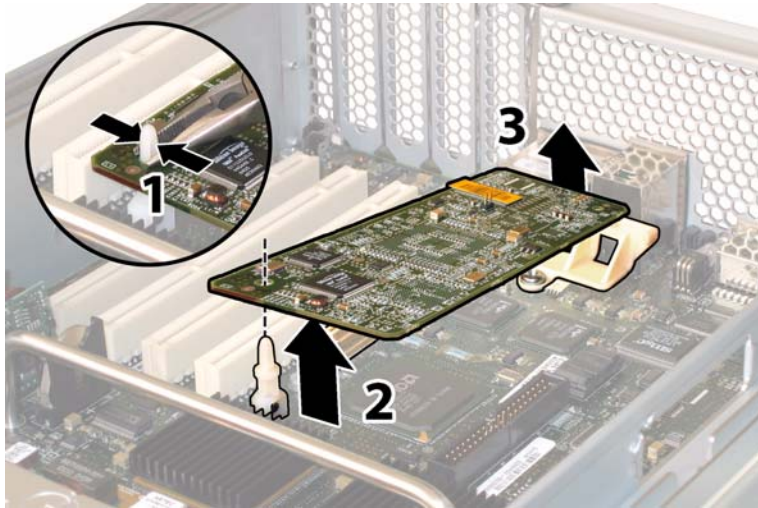

图 4-42 拆卸 GRASP 板
- b. 用手夹住 GRASP 板上伸出的塑料支撑立柱，按下支撑立柱的锁固夹。请参见图 4-42。